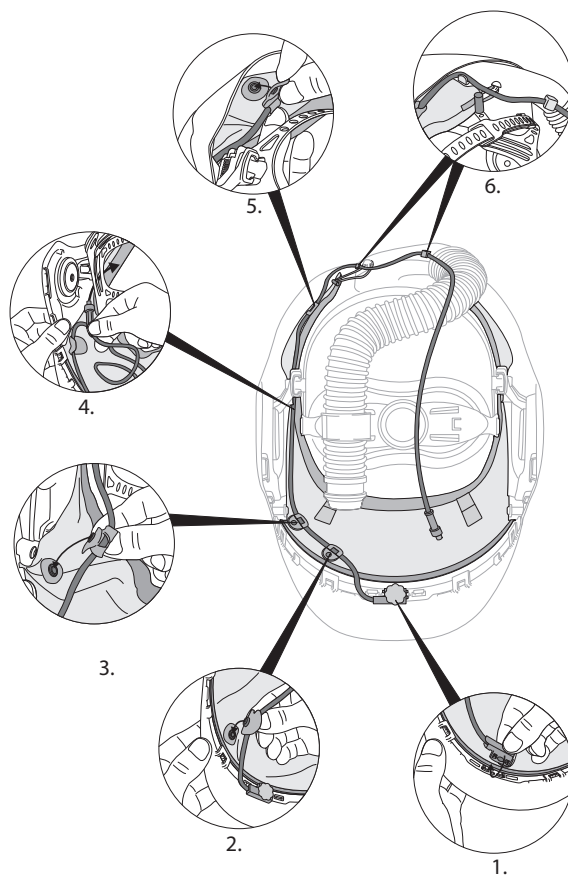

Fig. 31b
- iii. Continúa enrutando el cable entre careta y la suspensión del cabezal, encajándolo en la parte posterior de la careta y, finalmente, enganchándolo alrededor del lazo de retención en la parte posterior de la careta (Fig. 31b).